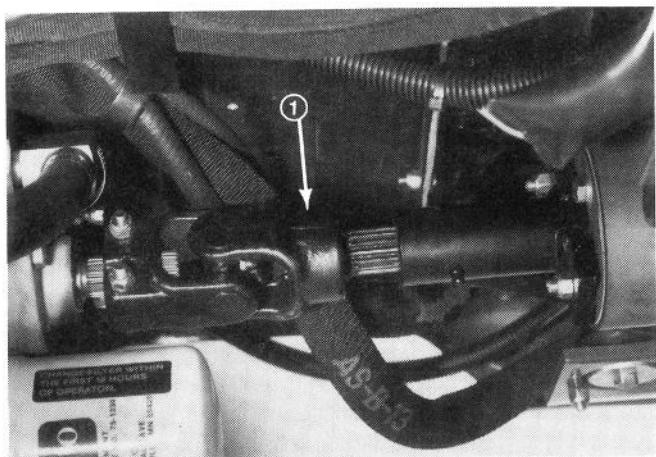

Abbildung 17
1. Die Schrauben zur Sicherung der Antriebswelle mit der Motorkupplung lockern und entfernen. Die Schrauben zur Sicherung der Antriebswelle an das Getriebe lockern (Abb. 17). Die Antriebswelle entfernen.
5. Nach Beendung des Schleppvorgangs muß die Antriebswelle wieder montiert werden (Abb. 17).